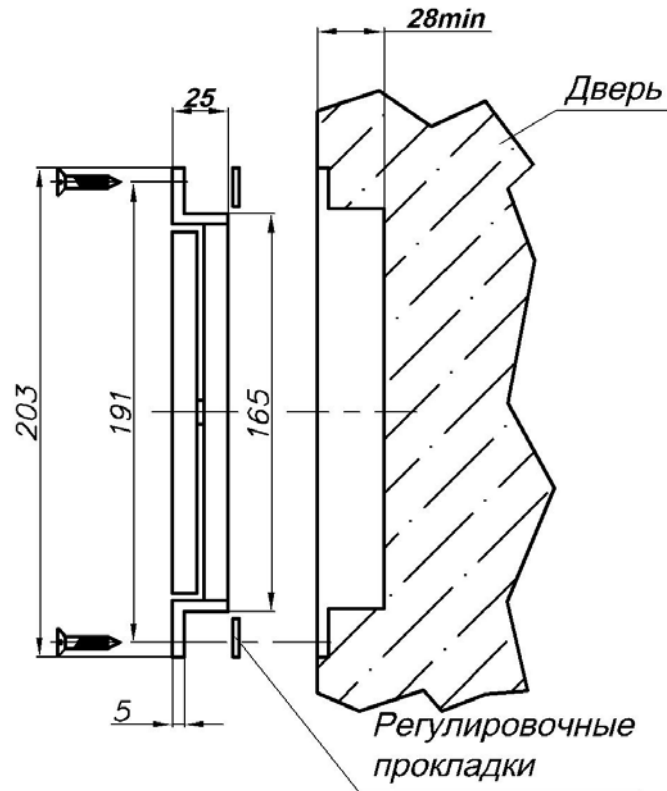
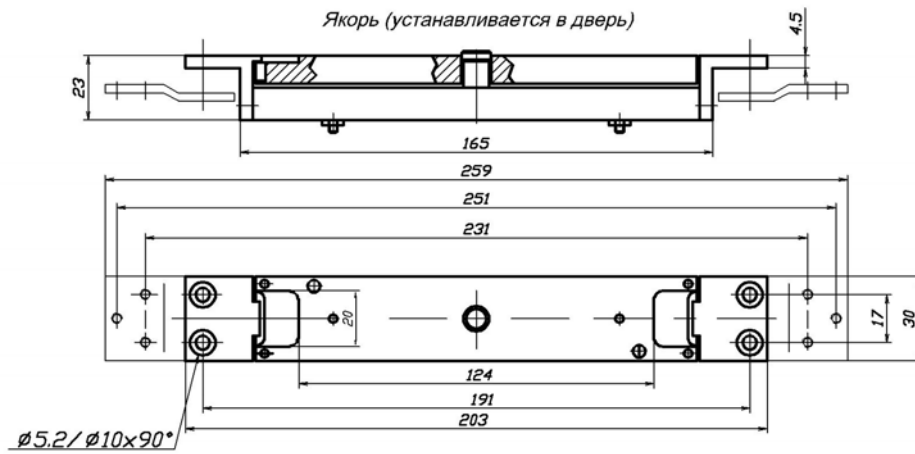

Рис. 3
Рис. 4
- 6.2 Толщина двери для врезного варианта крепления ЗАМКА должна быть не менее 40 мм, при этом гарантированные зазоры между подвижной пластиной якорной части и внутренними поверхностями гнезда в двери должны быть не менее 1 мм. Т. е. пластина должна свободно, не касаясь стенок гнезда, перемещаться в пределах своего рабочего хода. Рекомендуемая ширина гнезда в двери в зоне перемещения пластины якорной части должна быть не менее 32 мм. Остальные габаритно-установочные размеры показаны на рис. 3 и 4. На рис. 4 показан вариант установки якорной части в металлическую дверь с помощью переходных планок (пластин).